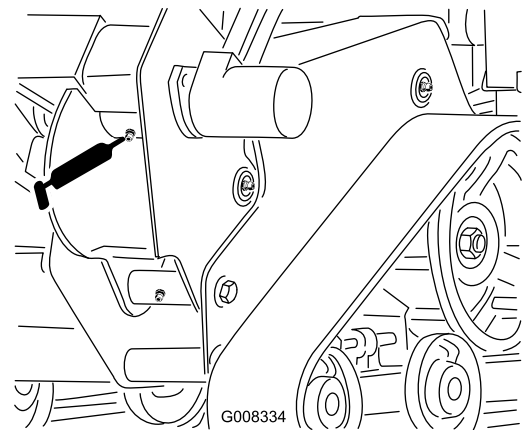

Figura 26
3. Limpie el punto de engrase del alojamiento de la zanjadora con un trapo y conecte una pistola de engrasar (Figura 26).